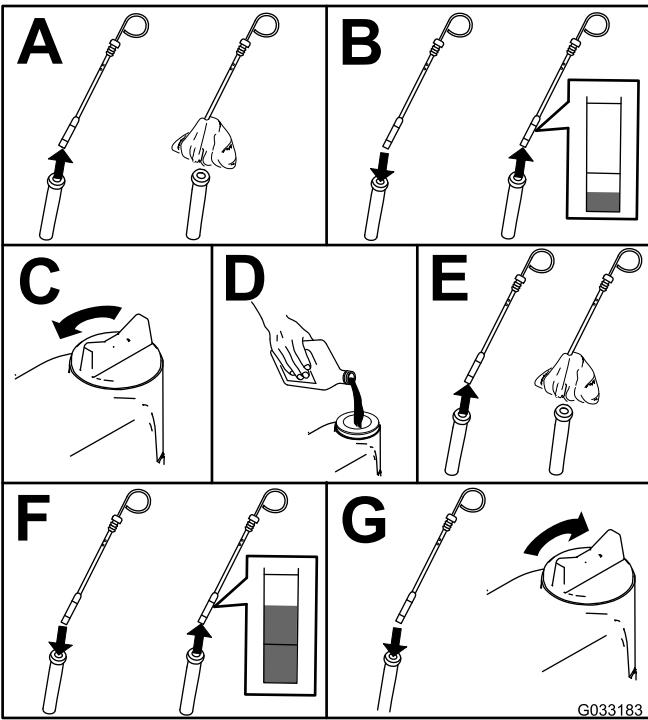

Bild 49
2. Prüfen Sie den Ölstand im Motor (Bild 49).